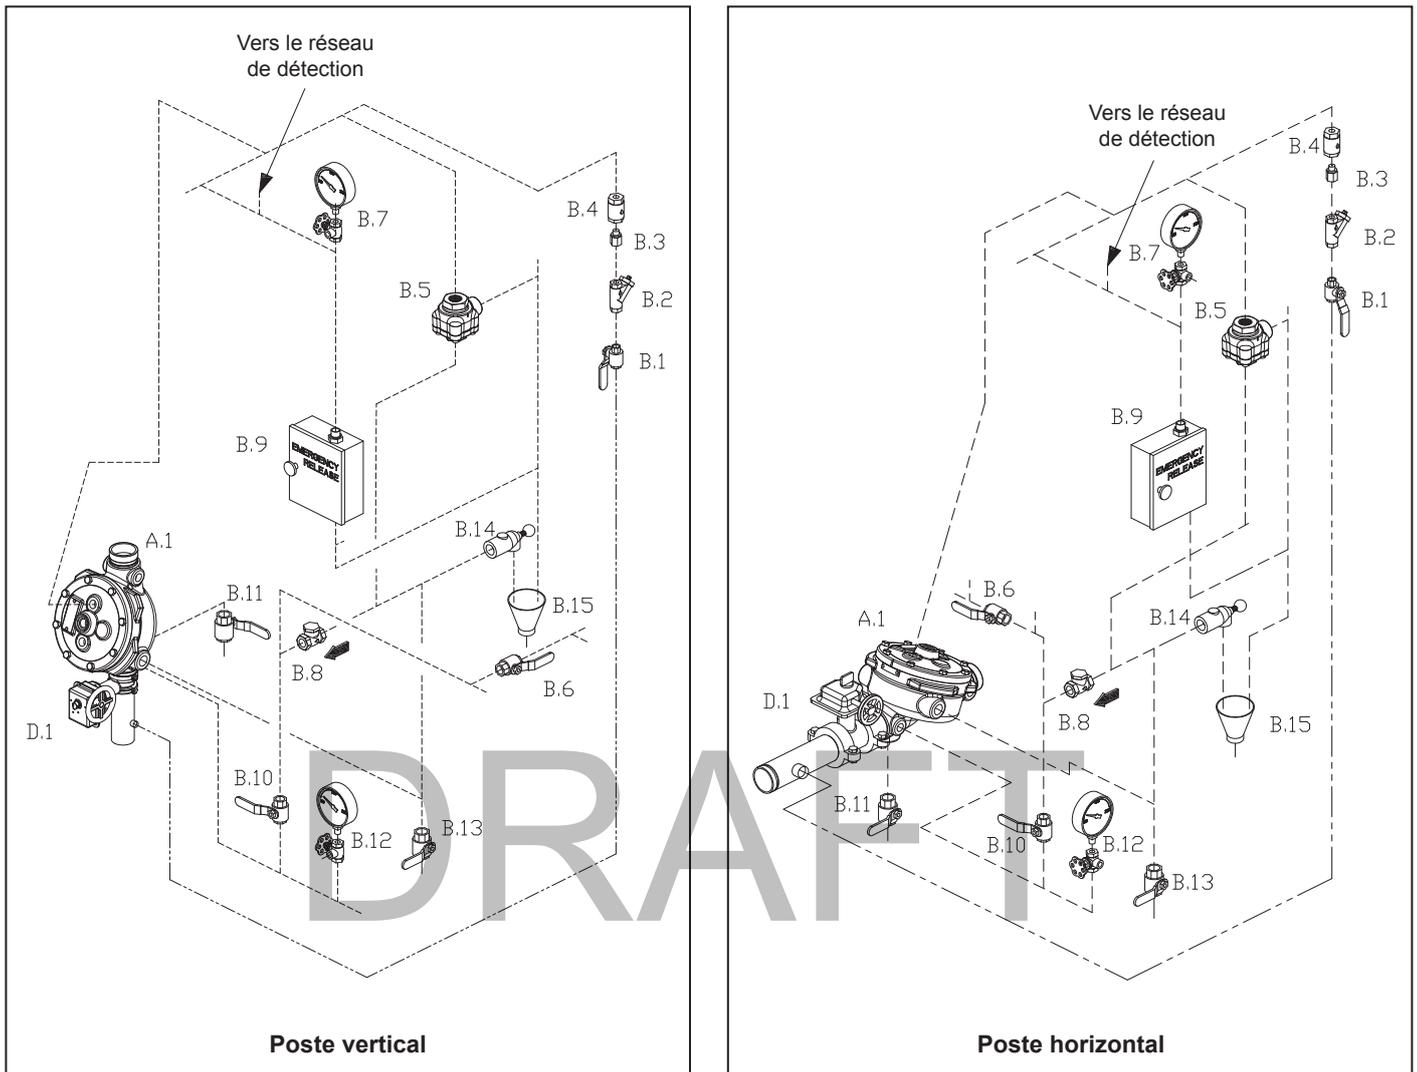

Figure 1 - Éléments de l'équipement conventionnel
(Se référer à la Figure 1, page 215 c et/ou aux dessins de l'équipement et aux caractéristiques techniques du système utilisé.)
6. INSPECTIONS, ESSAIS ET ENTRETIEN (VOIR LA FIGURE 1)
1. Contrôler que la vanne de barrage principale (D.1) est ouverte et que toutes les autres vannes sont dans leur position de service normale et correctement sécurisées. (Se référer à la Figure 1 et/ou aux dessins de l'équipement et aux caractéristiques techniques du système utilisé.)
** Consulter les conditions de service normales à la Figure 1 et/ou sur les dessins de l'équipement et dans les caractéristiques techniques du système utilisé.